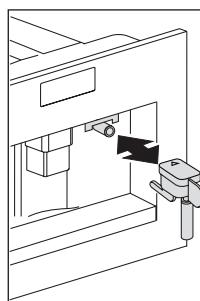
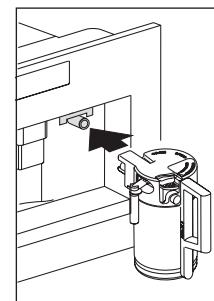

Fig. 13
Fig. 32
- Scoateți duza pentru apă fierbinte (Fig. 13) și atașați recipientul de lapte la duză (Fig. 32).